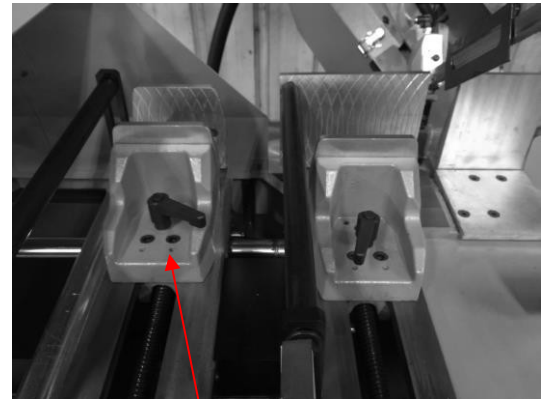

Fig. 11
10. Tournez la poignée de serrage dans le sens des aiguilles d'une montre (un demi-cercle) pour créer un espace d'environ 7 mm entre la mâchoire arrière et le matériau. (Fig. 11 AP)
6. En tournant la poignée de serrage dans le sens des aiguilles d'une montre, l'étau d'alimentation AP s'ouvre (Fig. 11).